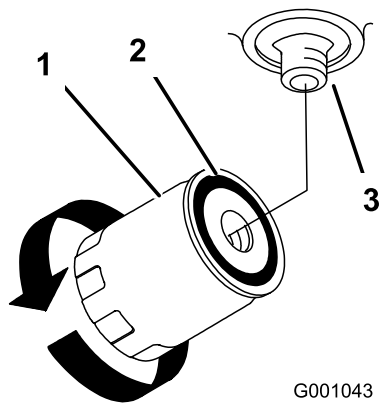

Figure 79
4. Déposez le filtre usagé et essuyez la surface du joint de l'adaptateur (Figure 79).
6. Montez le filtre de rechange sur l'adaptateur. Tournez le filtre dans le sens horaire jusqu'à ce que le joint rejoigne l'adaptateur, puis donnez 1/2 tour supplémentaire (Figure 79).